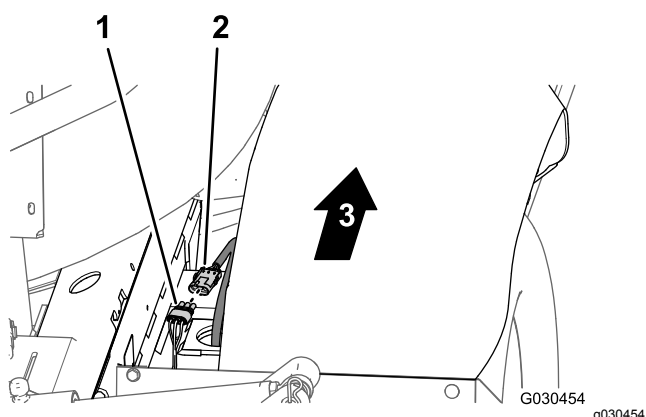

Figure 96
2. À l'arrière de la machine (entre le tube de cadre droit et l'aile droite), branchez le connecteur à 3 broches non identifié de la branche de 30,5 cm du faisceau arrière au connecteur à 3 douilles du faisceau du capteur de vitesse du moteur de déplacement droit (Figure 96).